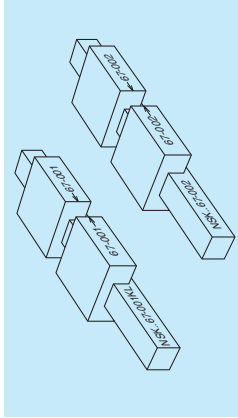

图 10.29 2 根导轨公称型号相同时
- 当有 2 根以上的导轨为一套使用时，若公称型号是相同的话，那么产品编号则是连号。并且其中最小号码的导轨上有 ‘KL’ 标记 (图 10.29)。